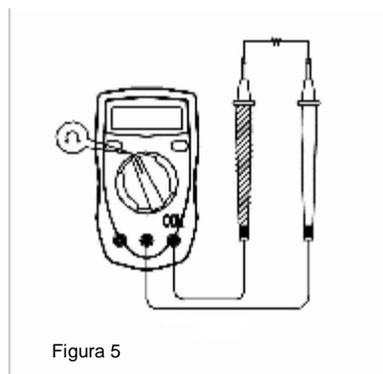

Figura 5
**E. Resistenza** (figura 5)**⚠ Avvertenza**